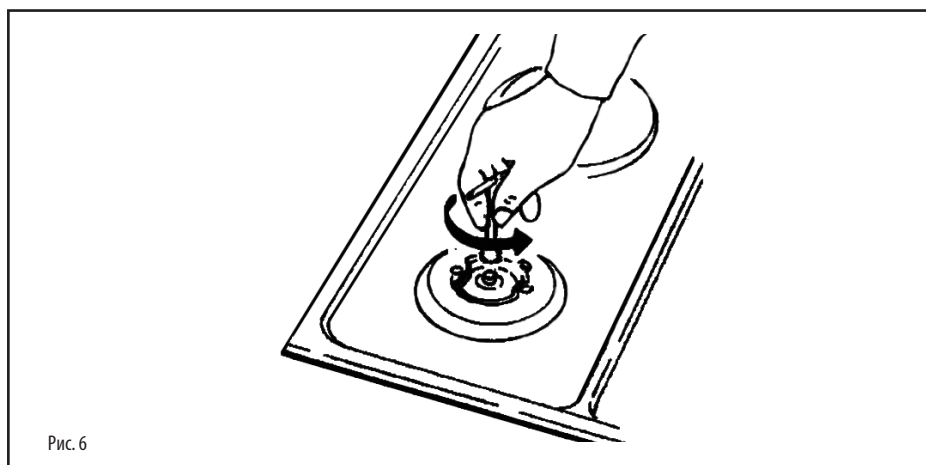

Рис. 6
(Рис. 6) Если варочная панель настроена на тип газа, отличный от имеющегося, следует произвести:
- замену инжекторов (Рис. 6) на соответствующие используемому типу газа (см. таблицу "Характеристики инжекторов").